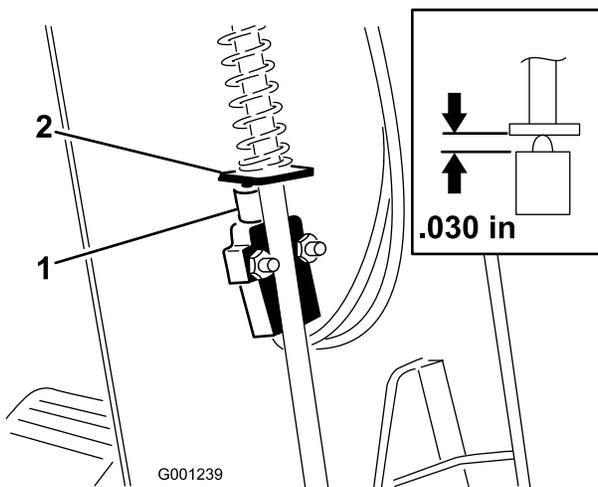

図 61
3. カバーを上をスライドさせて駐車ブレーキ・スイッチを露出させる (図 61)。
5. 駐車ブレーキのロッドのパドルとスイッチのプランジャとを整列させる (図 61)。
6. 駐車ブレーキ・ロッドを押し下げ、スイッチが押し上げられてプランジャが圧縮された時のプランジャの長さを 0.76 mm とする (図 61, inset)。これが、プランジャのハウジングの上端からパドルの表面までの距離となる。